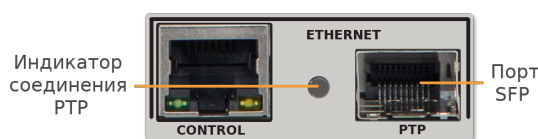

Рис. 5. Сетевые интерфейсы
Подсоединение генератора PN-SGP-321(RR) к локальной сети осуществляется кабелями Ethernet (UTP) (рис. 5). Возможно использование как экранированного Ethernet-кабеля, так и неэкранированного, категории 5 или выше, совместимого со стандартом 100/1000BaseT или 100/1000BaseTX. Длина кабеля не должна превышать 100 метров.
При первом включении устройства или для изменения его сетевых настроек необходимо выполнить процедуру конфигурации соединения Ethernet. Подключите компьютер к порту «CONTROL» (рис. 5) устройства и с помощью утилиты **profit-di** установите следующие параметры:
На задней панели устройства расположен индикатор соединения PTP (рис. 5). Он предназначен для отображения наличия соединения через порт PTP (Link PTP) с другим устройством.
В поле **PTP GM** отображается идентификатор текущего PTP мастера в сети. Идентификатор по сути является MAC-адресом сетевой карты устройства PTP Master (GM). При использовании устройства в режиме GNSS-синхронизации, устройство само является PTP-мастером и в поле идентификатора отображается MAC-адрес сетевой карты PTP (рис. 5).